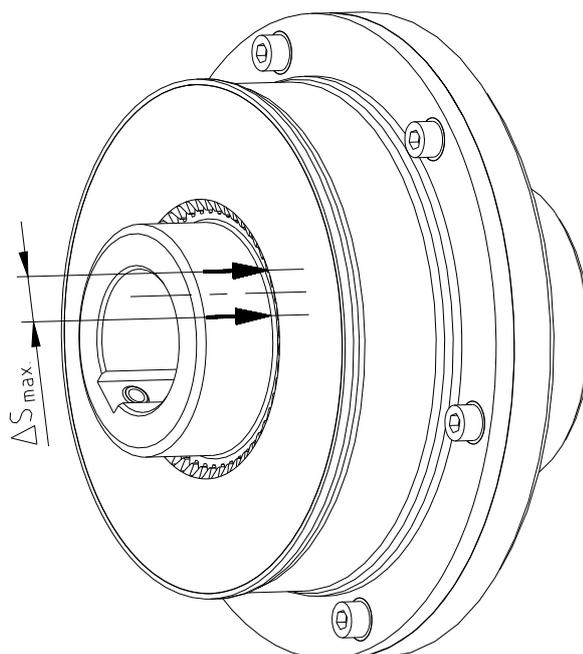

figura 13: Marcação da parte elástica e do cubo
- Marcar a parte elástica e o cubo (ver figura 13).